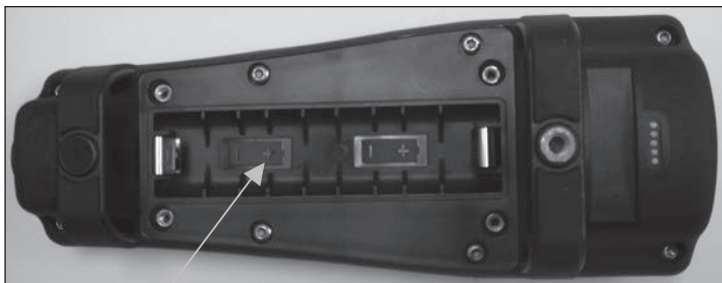

Figura 1. Instrumento Pro10 com a tampa do compartimento das pilhas removida. Observe os símbolos das pilhas indicando as polaridades correctas.
4. Instale as novas pilhas, assegurando o alinhamento correcto da polaridade (figura 1).